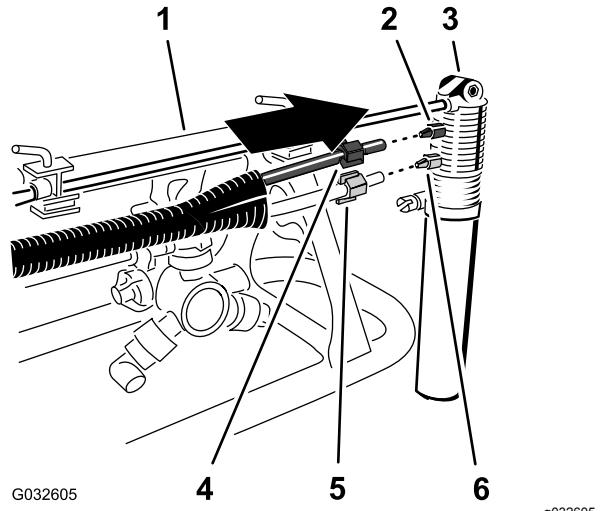

Bild 23
1. Schieben Sie die blaue Druckmutter über die Enden des blauen Schlauchs und die weiße Druckmutter über den durchsichtigen Schlauch (Bild 23).
2. Fluchten Sie das Ende des durchsichtigen Schlauchs mit der weißen Druckmutter und mit dem weißen Anschlussstück der Schaummarkiererdüse aus und ziehen Sie die Druckmutter mit der Hand an (Bild 23).
3. Fluchten Sie das Ende des blauen Schlauchs mit der blauen Druckmutter und mit dem blauen Anschlussstück der Schaummarkiererdüse aus und ziehen Sie die Druckmutter mit der Hand an (Bild 23).